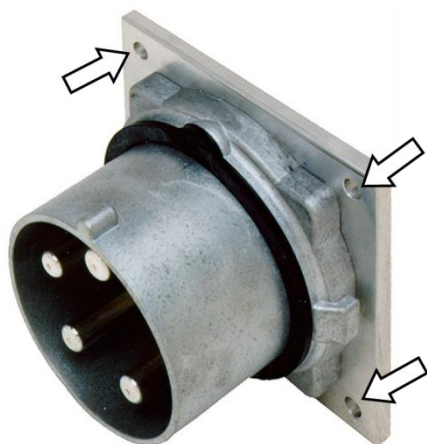

Abb. 51: Bohrungen für die Montage
Abb. 51 zeigt im Überblick die Kombinationsmöglichkeiten der Hochstromsteckkontakte.
1. Gegebenenfalls Dose oder Stecker mittels der Bohrungen (Abb. 51 /Pfeile) an ein Gehäuse oder eine Wand montieren.